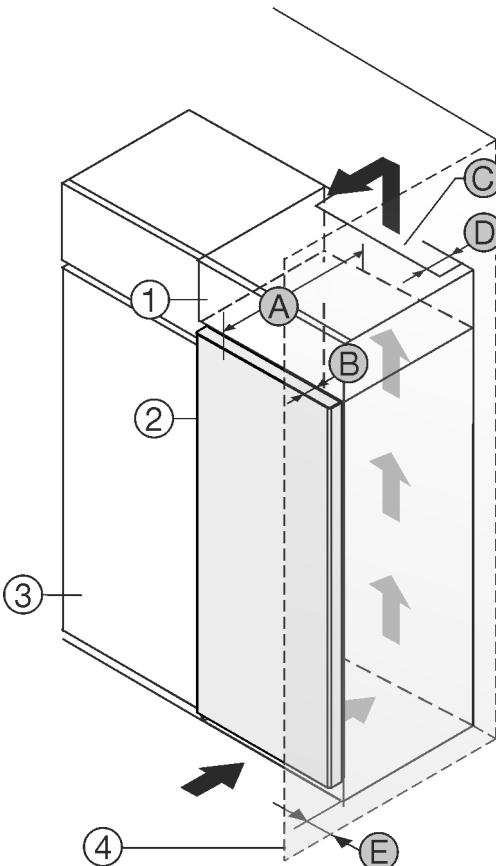

Fig. 1
Можете да поставите уреда непосредствено до кухненския шкаф Fig. 1 (3).*
От задната страна на шкафа-пристройка трябва да има вентилационен отвор с дълбочина Fig. 1 (D) по цялата широчина на шкафа-пристройка.*
Под тавана на помещението трябва да е спазено сечението за вентилация Fig. 1 (C).*
Когато уредът се поставя с пантите до стена Fig. 1 (4), разстоянието между уреда и стената трябва да е поне 13 mm.*
За да можете да отваряте вратата изцяло, уредът трябва да е издаден с дълбочината на вратата Fig. 1 (B) спрямо челото на кухненския шкаф. В зависимост от дълбочината на кухненските шкафове Fig. 1 (3) и използването на детайли за отстояние от стената, уредът може да излезе още по-напред.*